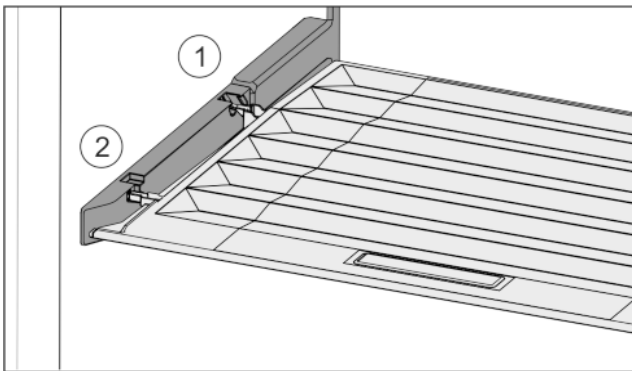

Fig. 33
- ▶ Вставити поперечні ребра через отвір заднього тримача Fig. 33 (1) і зафіксувати спереду у тримачі Fig. 33 (2).